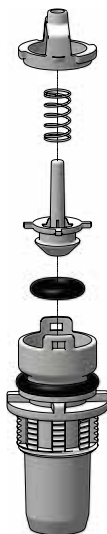

Fig. 26
- Procéder au remontage en suivant l'ordre et la position du schéma (**Fig.26**).